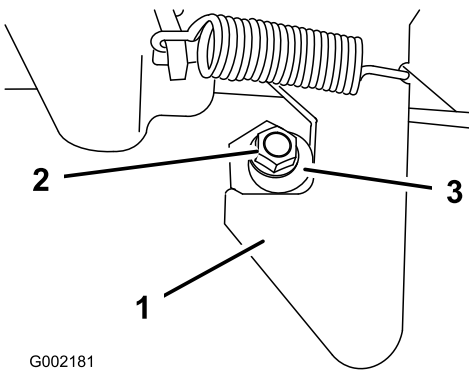

Bild 28
1. Lösen Sie die Mutter am Ende des Verriegelungsposten (Bild 28).
2. Drehen Sie den Verriegelungsposten nach rechts, bis er am Riegel anliegt. Ziehen Sie dann die Mutter fest (Bild 28).